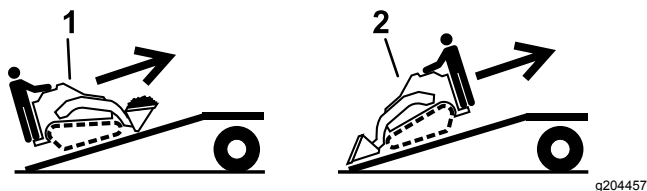

図 28
5. 積み込みは、機体の前後のうち重い方を山側登り側にして行う 図 28。